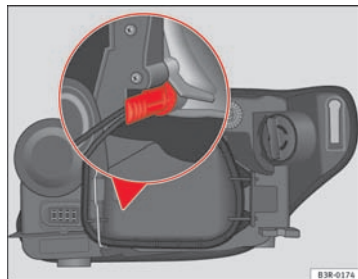

Fig. 215 Feux de position. Base du support d'ampoule en position verticale
- Introduisez l'ampoule dans la douille, en vous assurant que la base du support de l'ampoule soit contre la paroi en position verticale ⇒ fig. 215 et appuyez sur celui-ci.